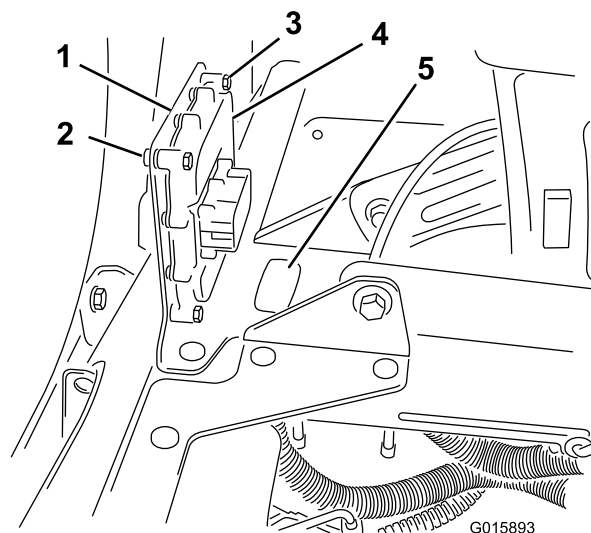

Figura 15
1. En el modelo 5800, retire el tapón (Figura 15).
6. Instale el soporte en el bastidor del asiento de la máquina, entre y detrás de los asientos, con las fijaciones existentes (Figura 15).